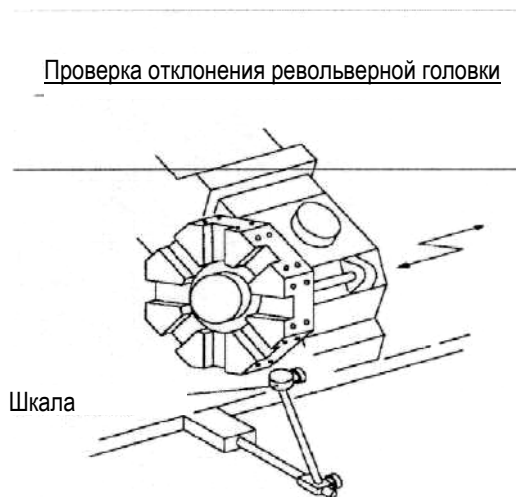
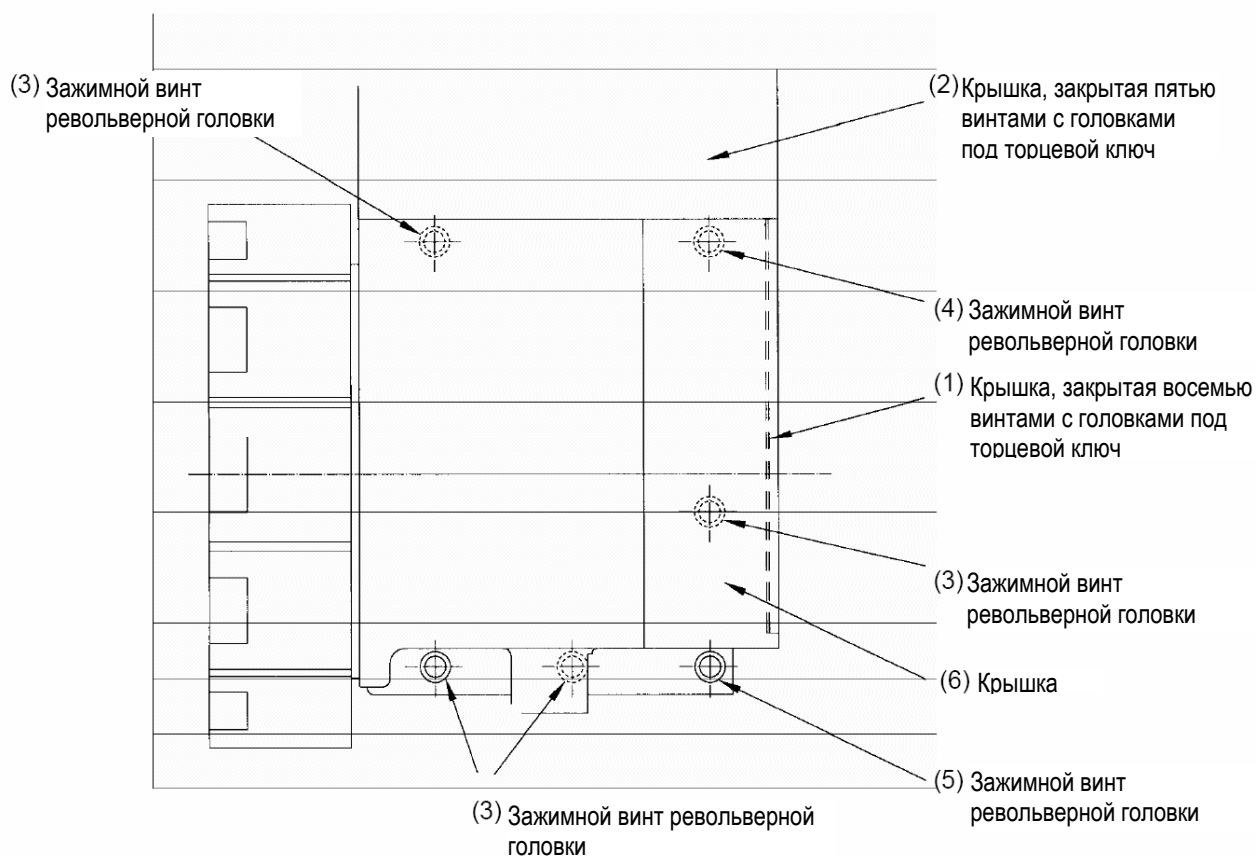

Рис. 4-12
Рис. 4-15. Проверка отклонения револьверной головки
Установите шкалу, как показано на рис. 4-12, и произведите подачу оси Z импульсной ручкой, чтобы проверить отклонение установочной поверхности резцедержателя на револьверной головке V8. Если отклонение больше 0,02 мм (0,0008 дюйма), его нужно исправить. Процедура исправления описана в пункте В).
Если величина отклонения револьверной головки, измеренная по рис. 4-12, больше 0,02 мм (0,0008 дюйма), необходимо выполнить настройку следующим способом (См. рис. 4-15):
- 1) Снимите крышки (1), (2) и (6).
- 2) Ослабьте четыре зажимных винта револьверной головки (3). Обратите внимание, что зажимные винты (4) и (5) ослаблять не надо.
- 3) Как следует ослабив четыре зажимных винта (4) и (5), проверьте отклонение револьверной головки, как показано на рис. 4-12, постукивая по револьверной головке молотком с мягкой головкой.
- 4) Когда отклонение револьверной головки отрегулировано в пределах допустимого диапазона, завинтите зажимные винты (3), (4) и (5).
- 5) Установите крышки (1), (2) и (6). На установочные поверхности крышек нанесите герметик.